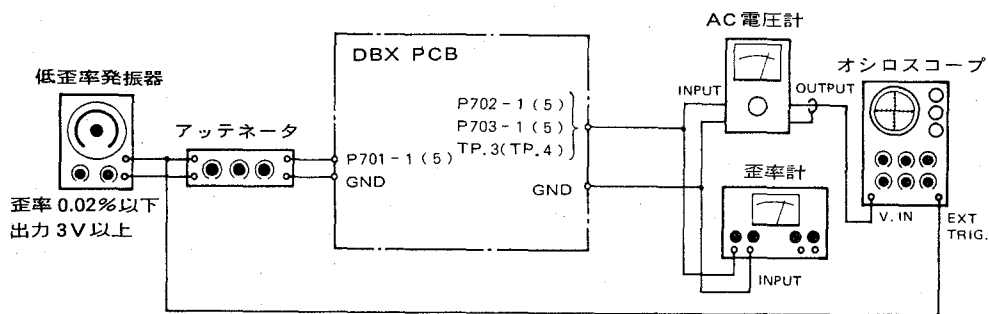
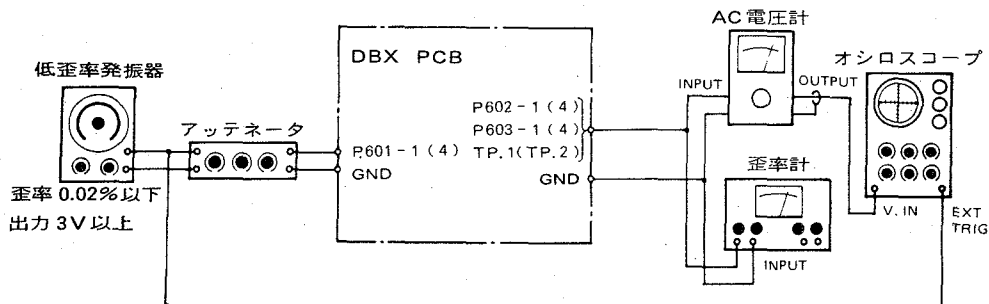
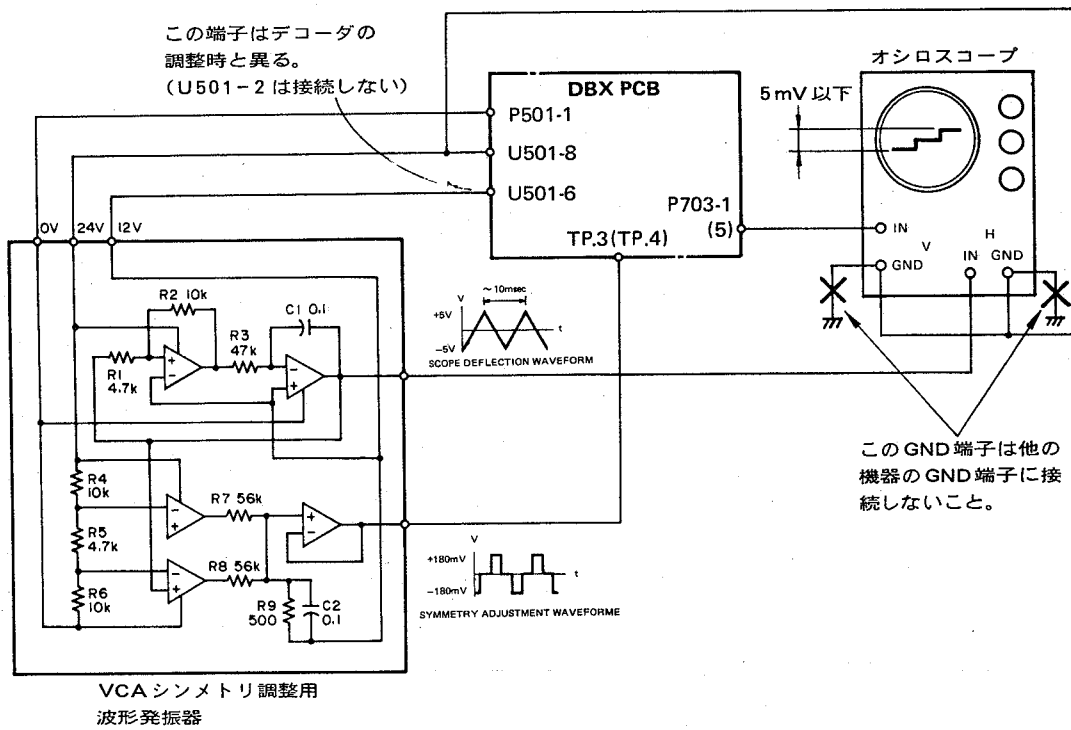
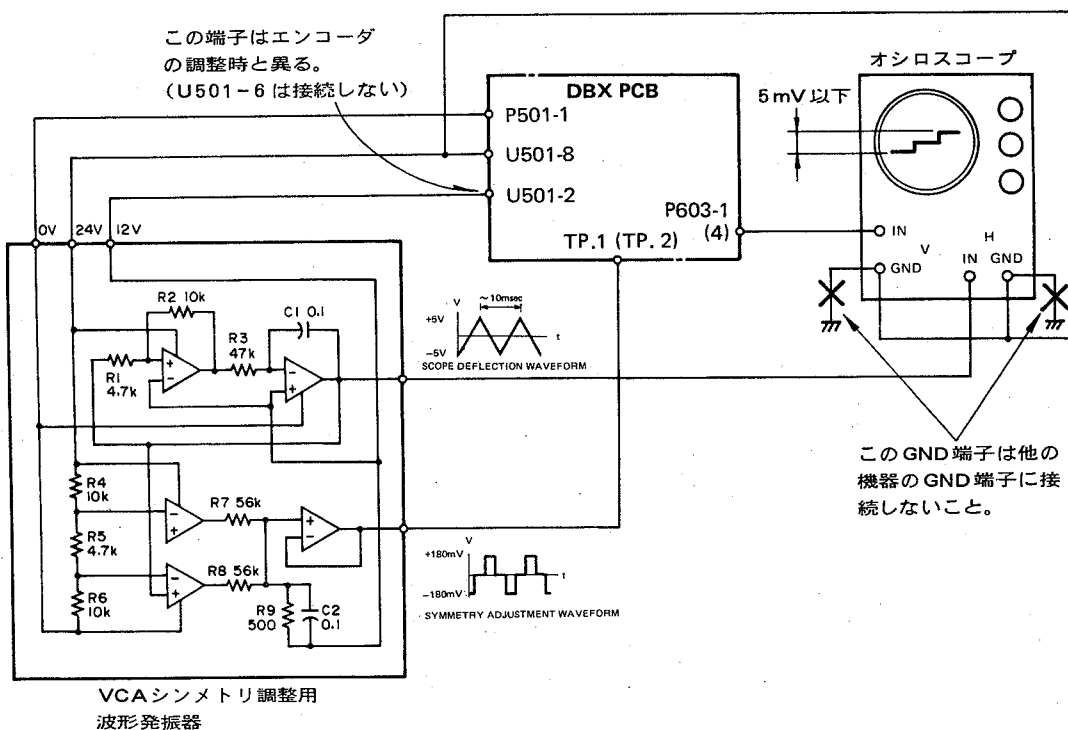

図 21 エンコーダ調整時の接続
図 22 デコーダ調整時の接続
図23 VCAシンメトリ調整の接続(エンコーダ)
図24 VCAシンメトリ調整の接続(デコーダ)
- P 701 ~ P 703 の線材を外し、図21のように測定器を接続する。(各コネクタのピン1はLch, ピン5はRch)
- P 701 - 1 (5) に 100 Hz の入力に加え、P 702 - 1 (5) の出力が 300 mV になるよう入力レベルを調整する。
- P 701 - 1 (5) に 1 kHz の入力に加え、P 702 - 1 (5) の出力が 300 mV になるよう入力レベルを調整する。
- 次に P 703 - 1 (5) の出力レベルが 300 mV になるよう R 737 (R 738) を調整する。
- 測定器を図23のように接続する。
- 測定器の接続を図21に戻す。
- 入力信号を 100 Hz, 10 kHz としたとき、R 703 - 1 (5) の出力がそれぞれ 212 mV ~ 238 mV, 165 mV ~ 185 mV であることを確認する。
- 5 項の状態から入力信号を 1 kHz / 300 μV にしたとき P 703 - 1 (5) の出力が 8.95 mV ~ 10.1 mV であることを確認する。(1 kHz バンド・パス・フィルタを使用して測定すること)
- 5 項の状態から入力信号を 1 kHz / 3 V にしたとき、P 703 - 1 (5) の出力が 895 mV ~ 1.01 V であることを確認する。
- P 601 ~ P 603 の線材を外し、図22のように測定器を接続する。(各コネクタのピン1はLch, ピン4はRch) 図23
- P 601 - 1 (4) に 100 Hz の入力に加え、P 602 - 1 (4) の出力が 300 mV になるよう入力レベルを調整する。
- P 601 - 1 (4) に 1 kHz の入力に加え、P 602 - 1 (4) の出力が 300 mV になるよう入力レベルを調整する。
- 次に P 603 - 1 (4) の出力レベルが 300 mV になるよう R 637 (R 638) を調整する。
- 測定器を図24のように接続する。
- 測定器の接続を図22に戻す。
- 入力信号を 100 Hz, 10 kHz としたとき、P 603 - 1 (4) の出力がそれぞれ 475 mV ~ 599 mV, 789 mV ~ 993 mV であることを確認する。
- 5 項の状態から入力信号を 1 kHz / 9.48 mV にしたとき P 603 - 1 (4) の出力レベルが 267 μV ~ 336 μV であることを確認する。(1 kHz バンド・パス・フィルタを使用して測定すること)
- 5 項の状態から入力信号を 1 kHz / 948 mV にしたとき P 603 - 1 (4) の出力レベルが 2.67 V ~ 3.37 V であることを確認する。